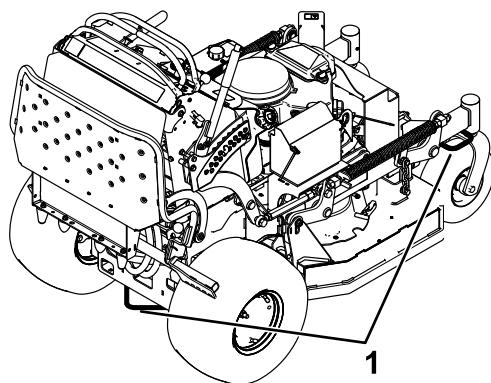

図 26
7. 前キャスタホイールおよび後部バンパーを利用して機体をロープやチェーンなどで固定する図 26。ロープ掛けや積荷固定については各地域の法令などに従ってください。